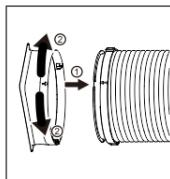

Fig.1
- 1) Aline as duas setas do conector de entrada da mangueira e da mangueira e insira; Rode o conector de entrada da mangueira no sentido dos ponteiros do relógio ou no sentido contrário ao dos ponteiros do relógio cerca de 60°; (Fig. 1)